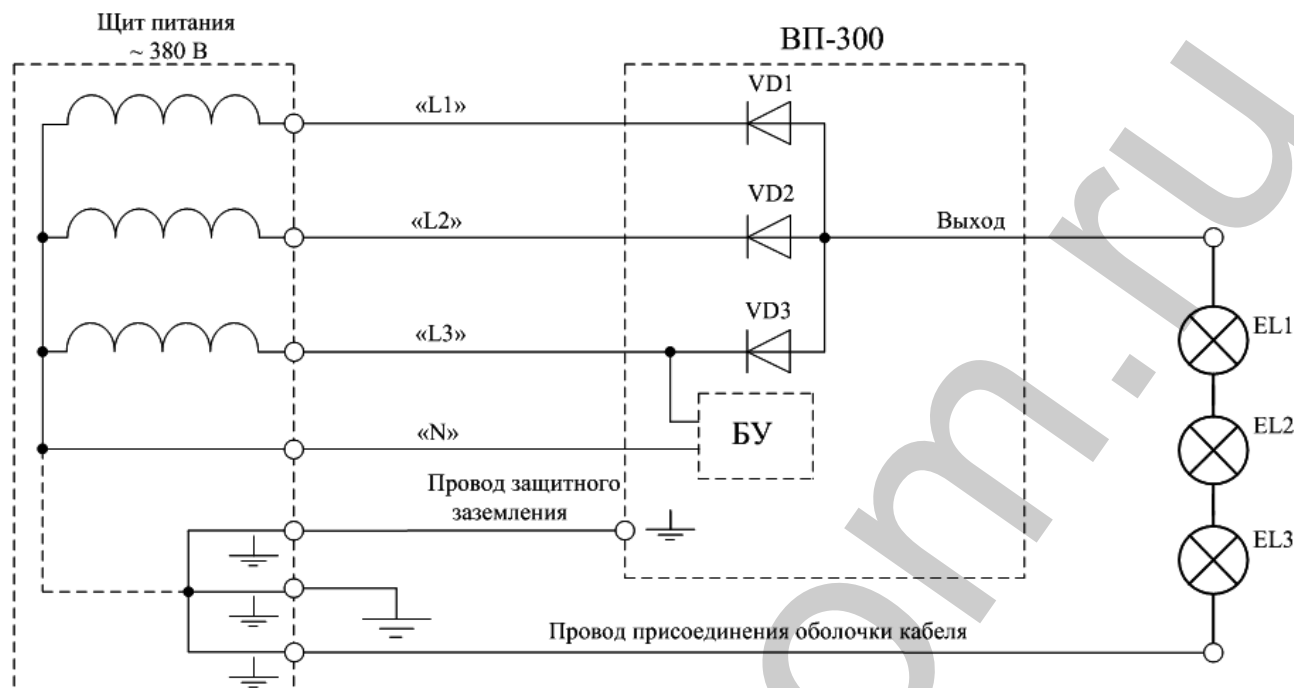

Рисунок 6 Схема присоединения Преобразователя к щиту питания и лампам накаливания при проверке работоспособности Преобразователя
4.3.1 Собрать схему, представленную ниже (см. рисунок 6).